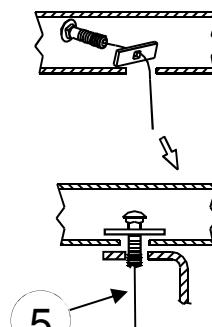

Figura 3.
4. Para el orificio más posterior, inserte con cable los pernos de carruaje y los bloques espaciadores dentro del orificio posterior y atrás a través del orificio. Ver Figura 3